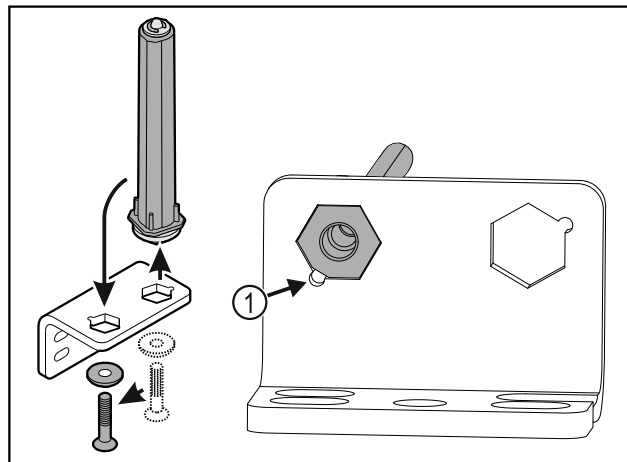

Fig. 32
- ▶ Βεβαιωθείτε ότι κατά την τοποθέτηση η λοξοτομή του πείρου είναι στραμμένη Fig. 32 (1) προς τη στρογγυλή οπή.